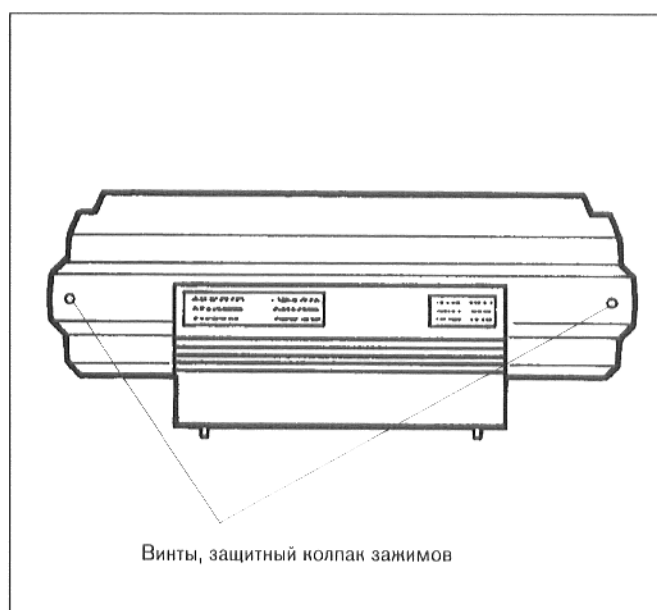

Рис. 2: Обратная сторона регулятора
- Вывинтить два винта защитного колпачка зажимов, снять защитный колпачок зажимов (рис. 2).